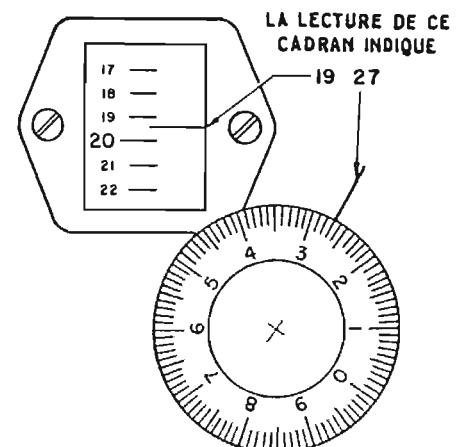

Fig. 3. — Lecture de la fréquence
- ❑ "Freq. control" : commande permettant de régler la fréquence d'émission. Les graduations du tambour-cadran et du bouton (cf fig. 3) permettent de connaître la fréquence d'émission en se reportant au tableau d'étalonnage.